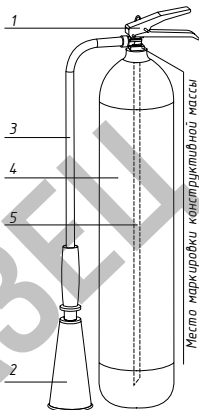

Рисунок 1
4.1 Конструкция огнетушителя на рис. 1. Огнетушитель состоит из корпуса 4, в горловину которых ввернуто ЗПУ 1 с сифонной трубкой 5. К выходному отверстию ЗПУ с резьбой M16x1,5 подсоединяется распылитель, состоящий из гибкого шланга 3 и раструба 2.